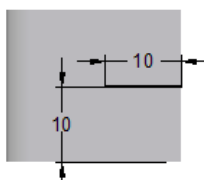
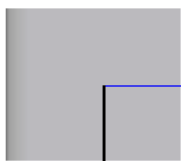

图 4.6.3 截面草图
图 4.6.6 截面草图
(3) 绘制图 4.6.3 所示的截面草图。
(4) 单击操控板中的“关闭草图”按钮，退出草图绘制环境。
(5) 单击命令条中的按钮，完成草图。
(2) 选取撕裂边。在系统单击此处以选择要撕裂的拐角边。的提示下，选取图 4.6.3 所示的草图边线为要撕裂的边，单击鼠标右键（两次）。
(3) 单击命令条中的按钮，完成特征的创建。
(1) 选择命令。单击“主页”功能选项卡中“钣金”工具栏中的折弯按钮。
(2) 绘制折弯线。选取图 4.6.3 所示的平面为草图平面，绘制图 4.6.6 所示的截面草图。